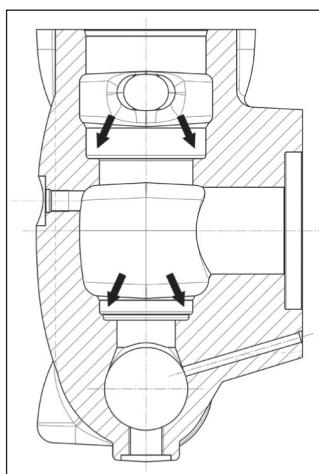

Fig. 98
Prima di riposizionare i gruppi valvola pulire ed asciugare perfettamente i relativi alloggiamenti nella testata indicati dalle frecce (pos. ①, Fig. 98).